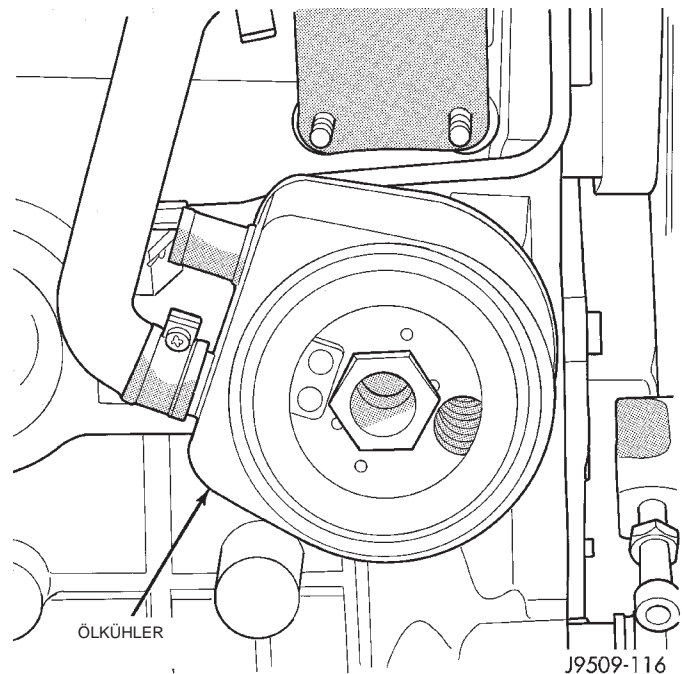

Abb. 40 Ölkühler
- (1) Ölfilter abbauen.
- (2) Ölfilteradapter mit einem Steckschlüssel ausbauen.
- (3) Ölfilteraufnahme und Innensechskantschraube in der Mitte des Adapters demontieren.
- (4) Adapterschraube des Ölkühlers demontieren.
- (5) Ölkühler abbauen (Abb. 40).